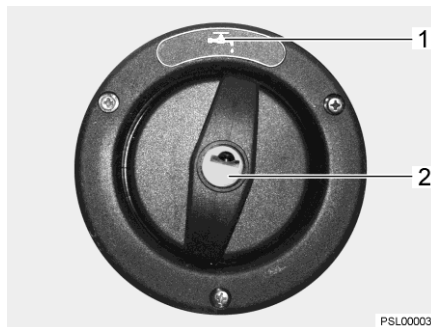

Bild 95 Verschlussdeckel für Trinkwasser-Einfüllstutzen
Der Trinkwasser-Einfüllstutzen ist mit dem Symbol "☞" (Bild 95,1) gekennzeichnet. Der Verschlussdeckel wird mit dem Schlüssel für die Außenklappenschlösser geöffnet und verschlossen.
- Schlüssel in Schließzylinder (Bild 95,2) stecken und eine viertel Umdrehung entgegen dem Uhrzeigersinn drehen.
- Trinkwasser-Einfüllstutzen (Bild 95) öffnen.